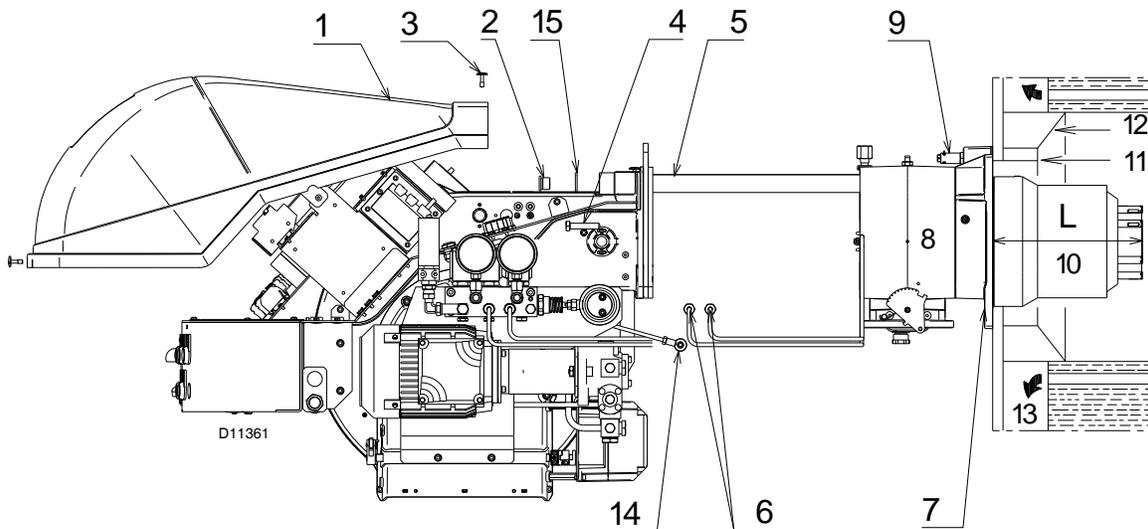
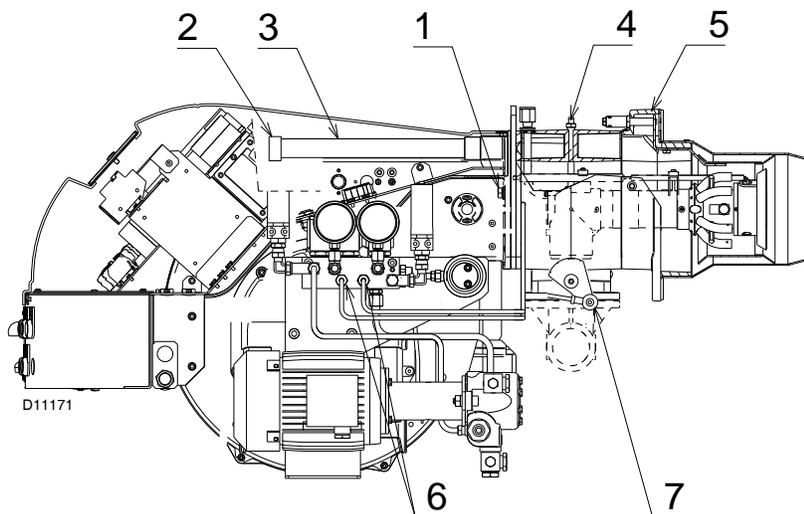

Fig. 11
Fig. 18
Este aislante de protección no debe obstruir la extracción del tubo llama. Para calderas con un enfriador de agua delantero, no se necesita un aislante 11)-12) (Fig. 11) a menos que el fabricante de la caldera así lo solicite.
Separar el cabezal de combustión del quemador, (Fig. 11):
- Vuelva a colocar el quemador en las guías 3)(Fig. 18) a aproximadamente 4" desde el manguito 4) - el quemador se coloca como se muestra en (Fig. 11, página 19) - introduzca los cables del electrodo de encendido.
- Deslice el quemador hasta el manguito de modo que quede ubicado como se muestra en Fig. 18;
- vuelva a colocar los tornillos 2)(Fig. 18) en las guías 3) incluyendo la placa de seguridad 15)(Fig. 11, página 19);
- conecte los tubos de aceite nuevamente atornillando los dos conectores 6)(Fig. 11, página 19).